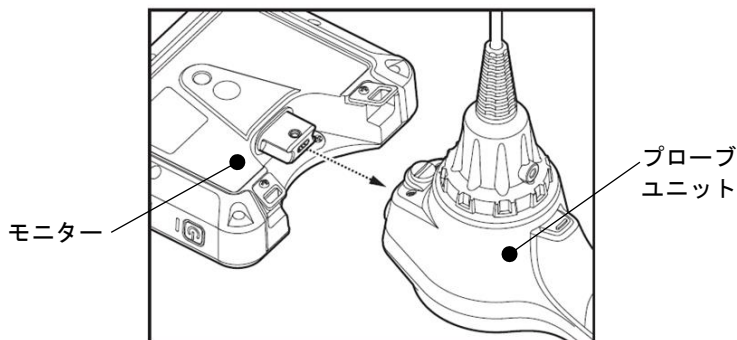

図1
1. プローブユニットを、図1のようにモニターをプローブユニットに差し込んでください。